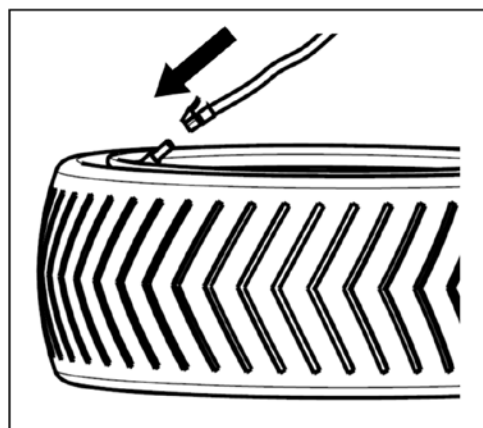

FIG33
- Tilslut oppumpningsslangen til dækkets ventil. Se FIG33.